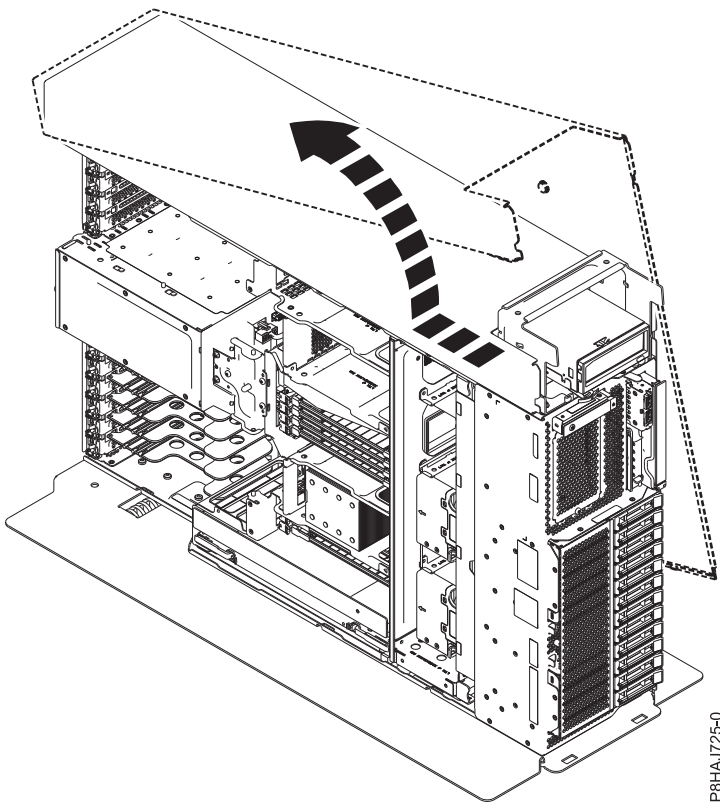

Figura 54. Extracción de la cubierta lateral del sistema 8286-41A
5. Deslice la cubierta lateral sacándola del sistema en la dirección que se muestra en la Figura 54.